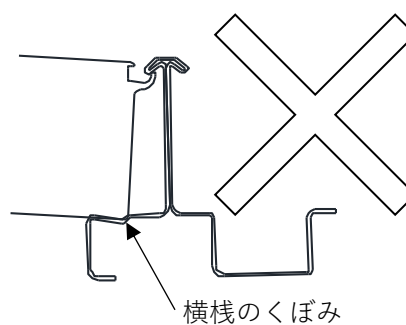

図 3-11. 誤った例
④モジュールに横棧を押しつけながら、仮固定していたボルト M8×20 を固定してください。図 3-11 に示すように、モジュールが横棧のくぼみに引っ掛かっている状態でボルトを固定しないようにしてください。